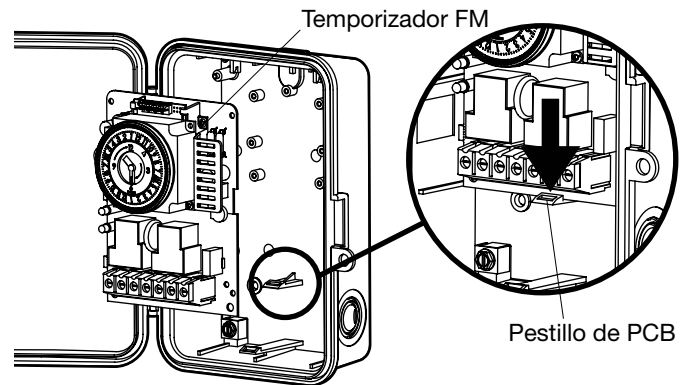

FIG. 4 Extraer el temporizador FM de la caja
4. En caso necesario, extraiga el mecanismo del temporizador soltando el pestillo de PCB en la base. Consulte FIG. 4.